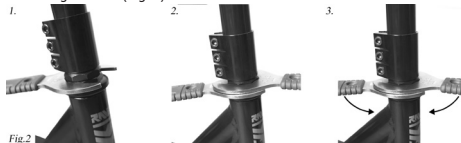

Fig.2
4. Se si dispone di chiavi per sterzo, stringere entrambi i dadi insieme. In questo modo viene prolungato il tempo di utilizzo fino alla successiva regolazione (Fig. 2).